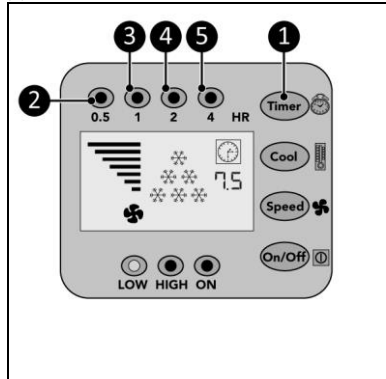

Afbeelding 12
1. Druk herhaaldelijk op de koelknop (Afbeelding 12, pos. 1) om de gewenste omgevingstemperatuur in te stellen:
- 28 °C, het display geeft 1 koelaanduiding weer (Afbeelding 12, pos. 4).
- 25 °C, het display geeft 2 koelaanduidingen weer (Afbeelding 12, pos. 3).
- 22 °C, het display geef 3 koelaanduidingen weer (Afbeelding 12, pos. 2).
- <22 °C, het display geeft 6 koelaanduidingen weer (Afbeelding 12, pos. 2, 3 en 4).